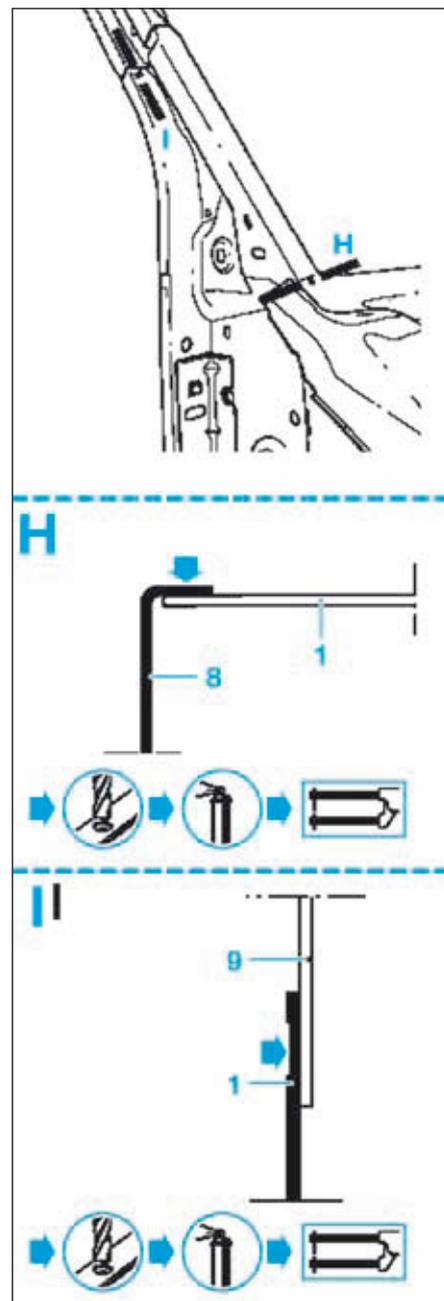

FIG.40
- Dépointer et fraiser comme illustré (Fig.39) et (Fig.40).
- Tracer puis percer à l'aide d'un foret pour un soudage ultérieur par points (Fig.39) et (Fig.40).
- Souder par points bouchons MIG et électriques (Fig.39) et (Fig.40).